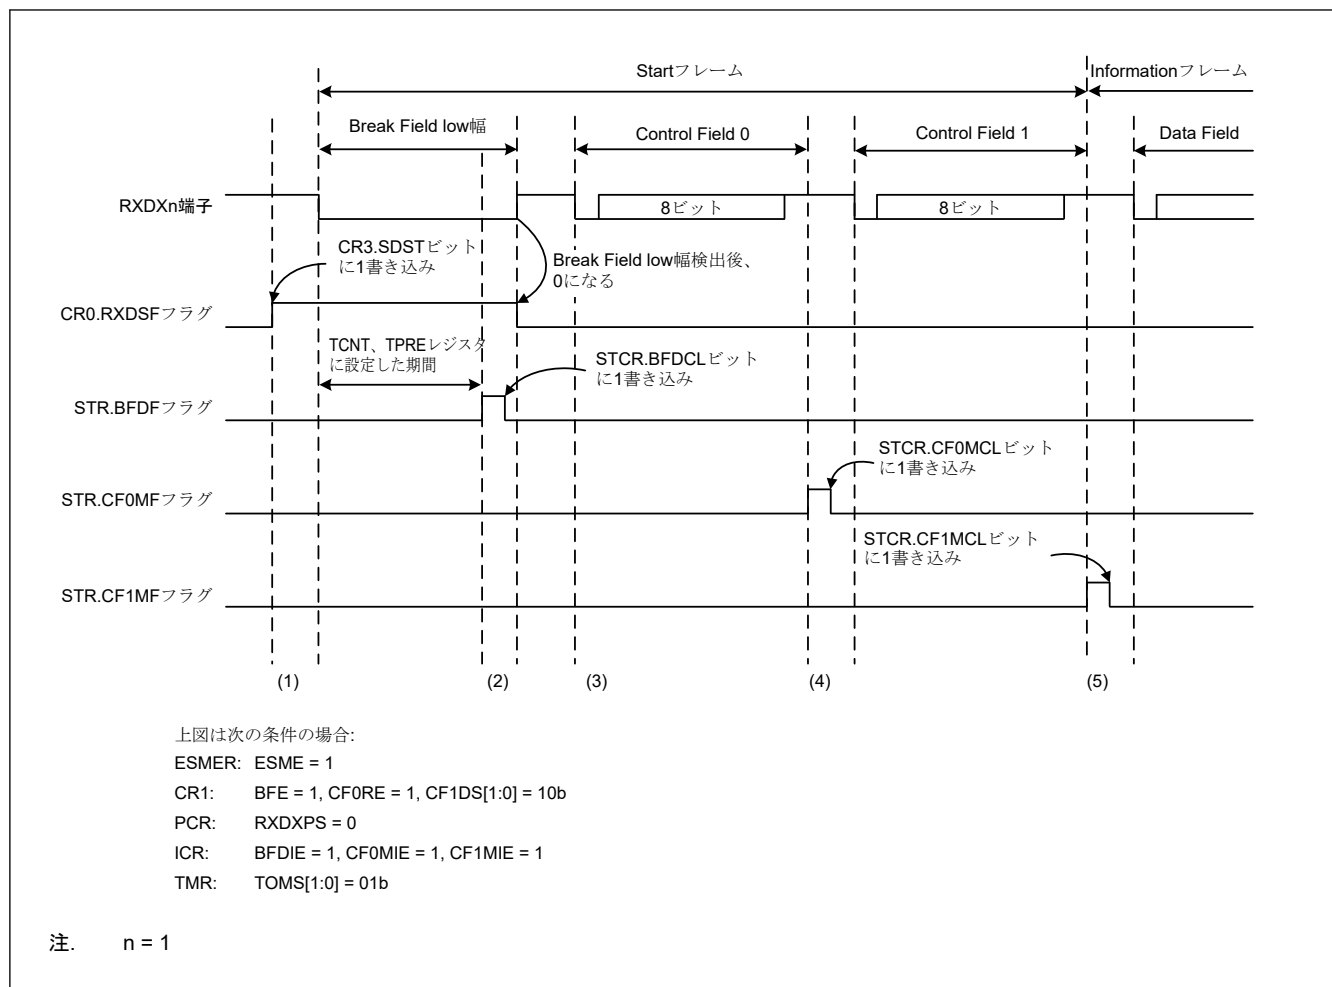
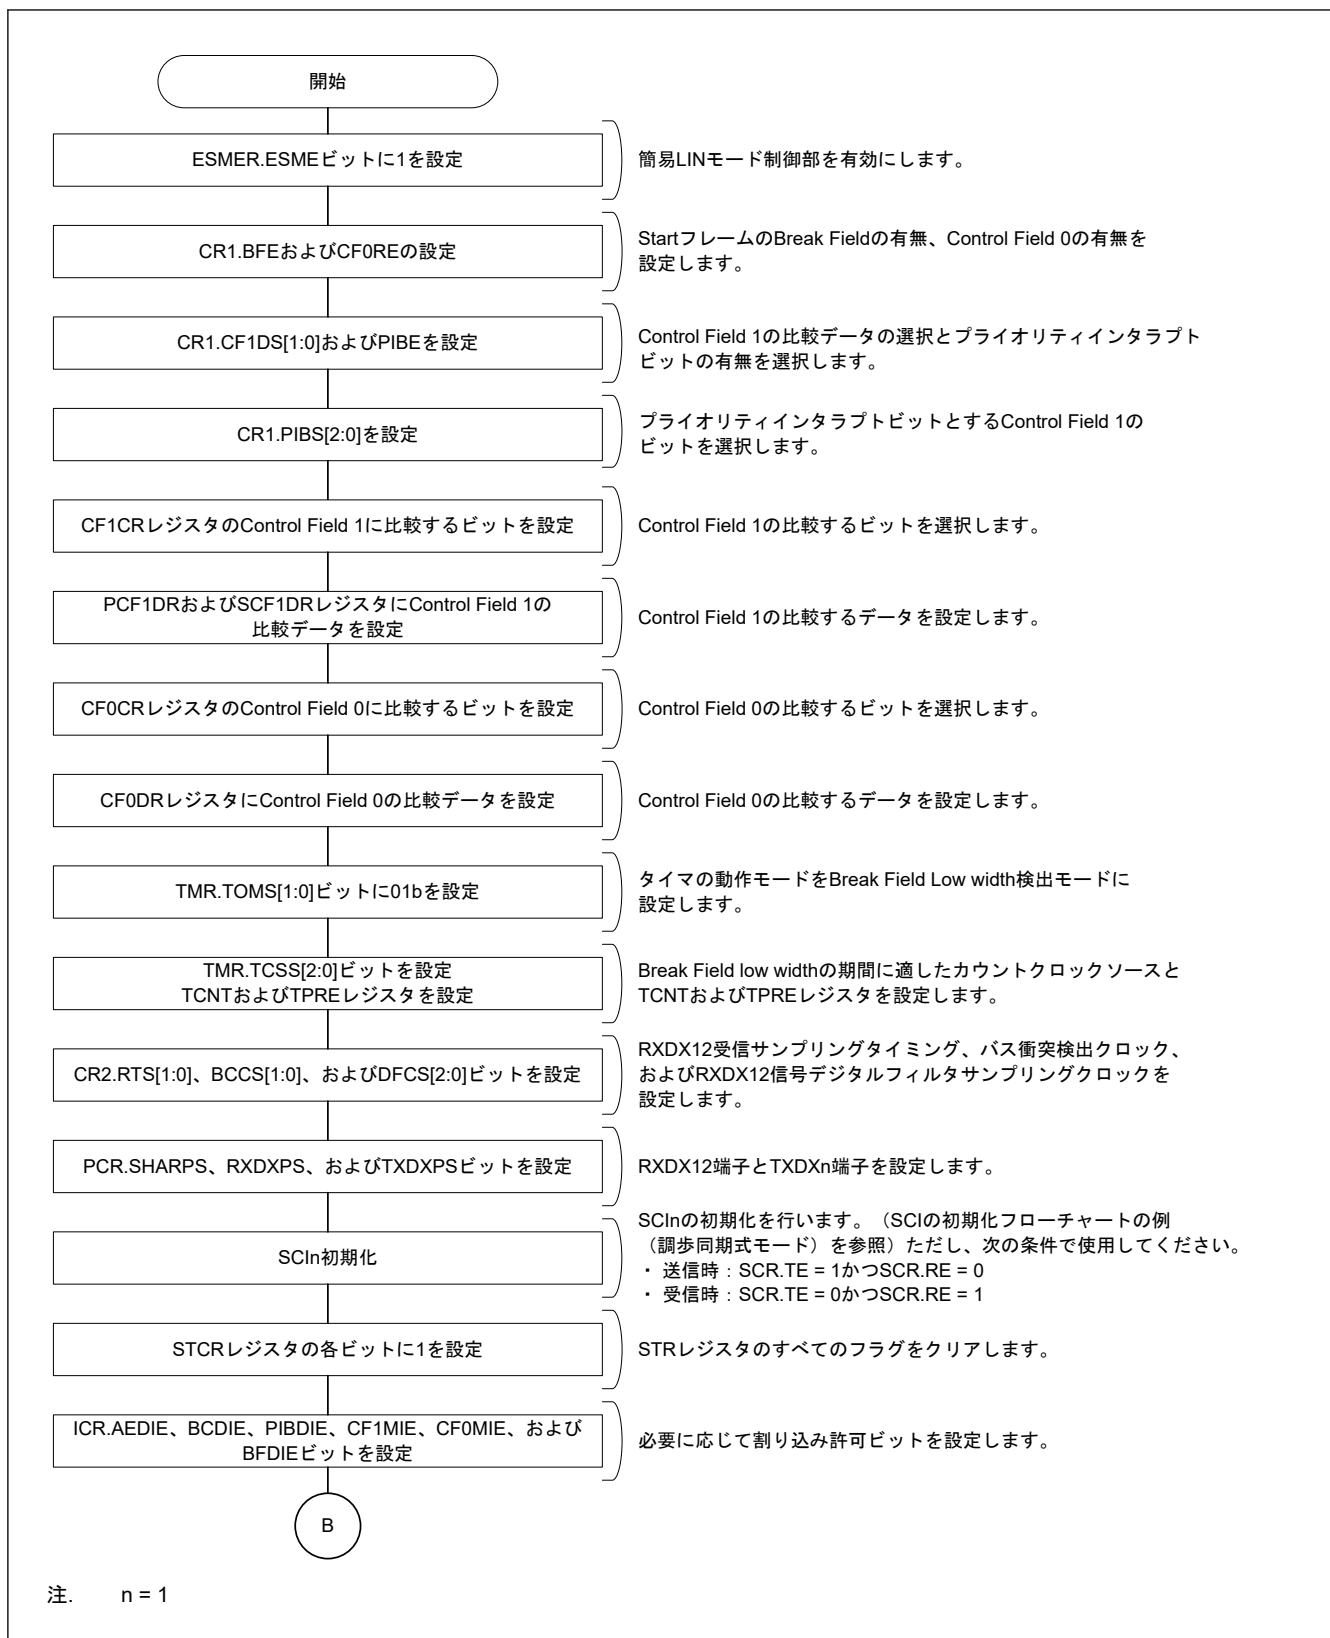
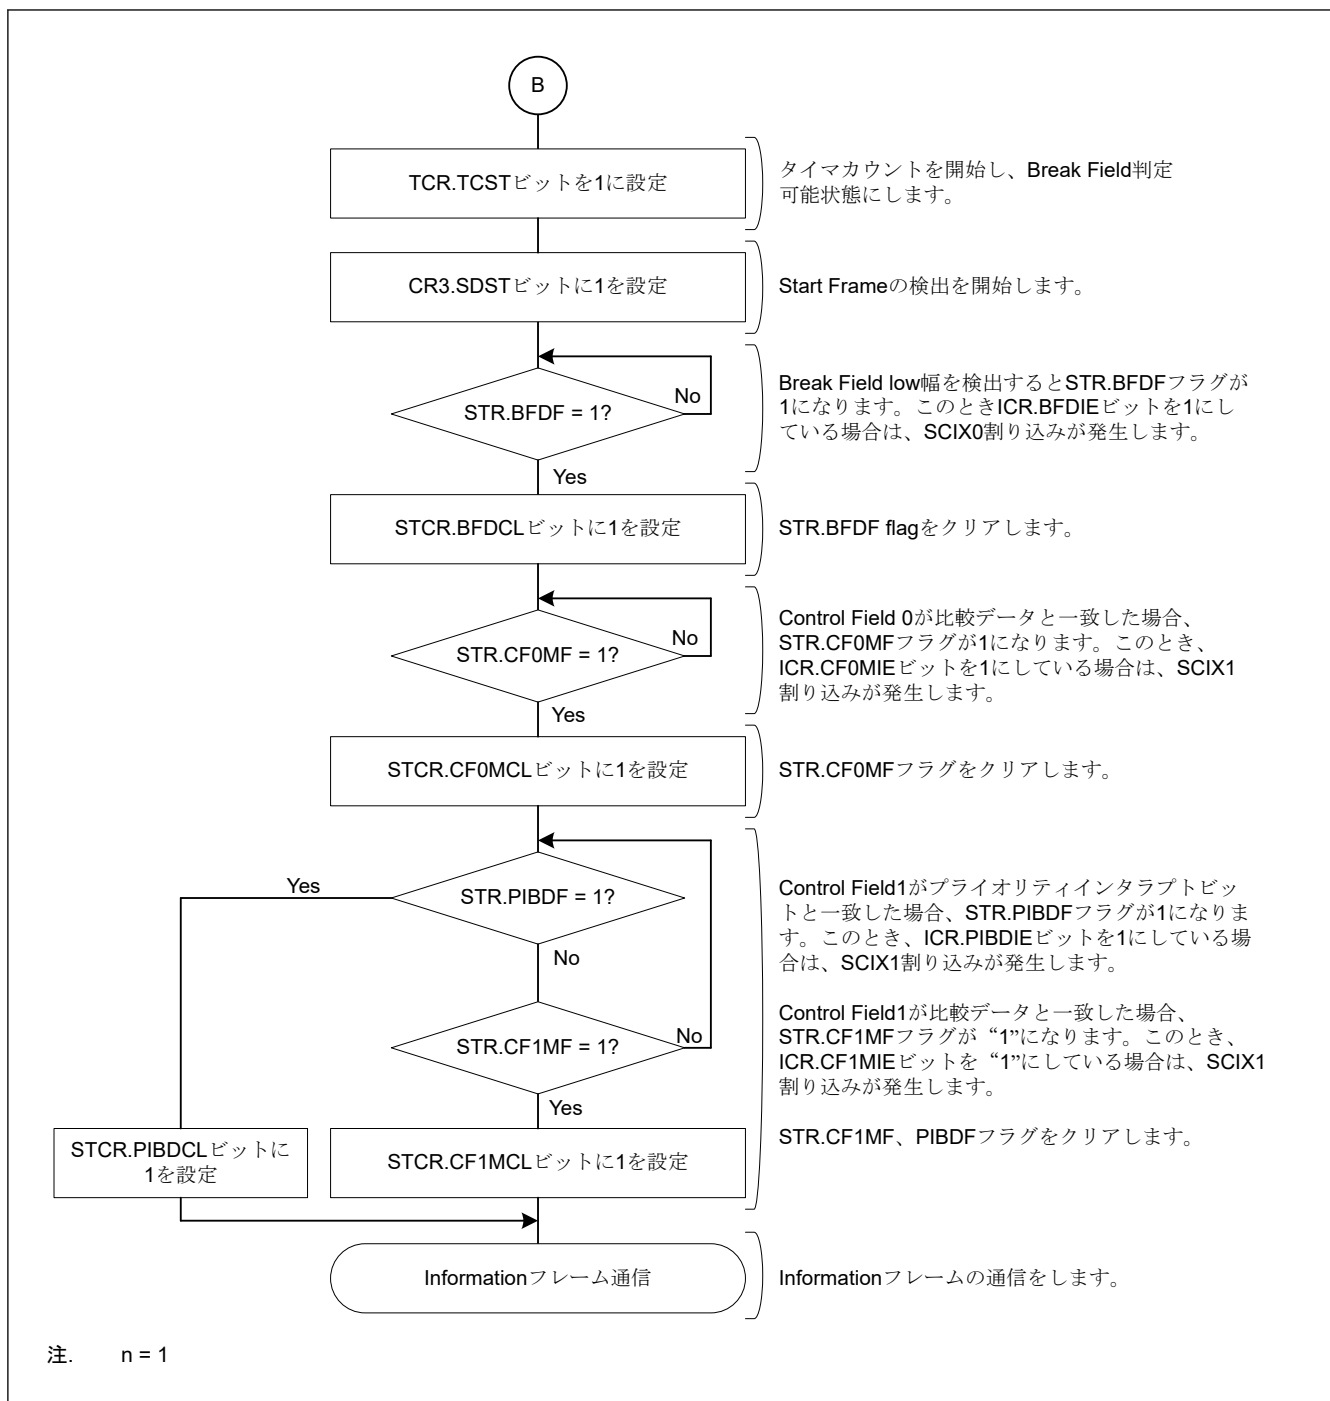
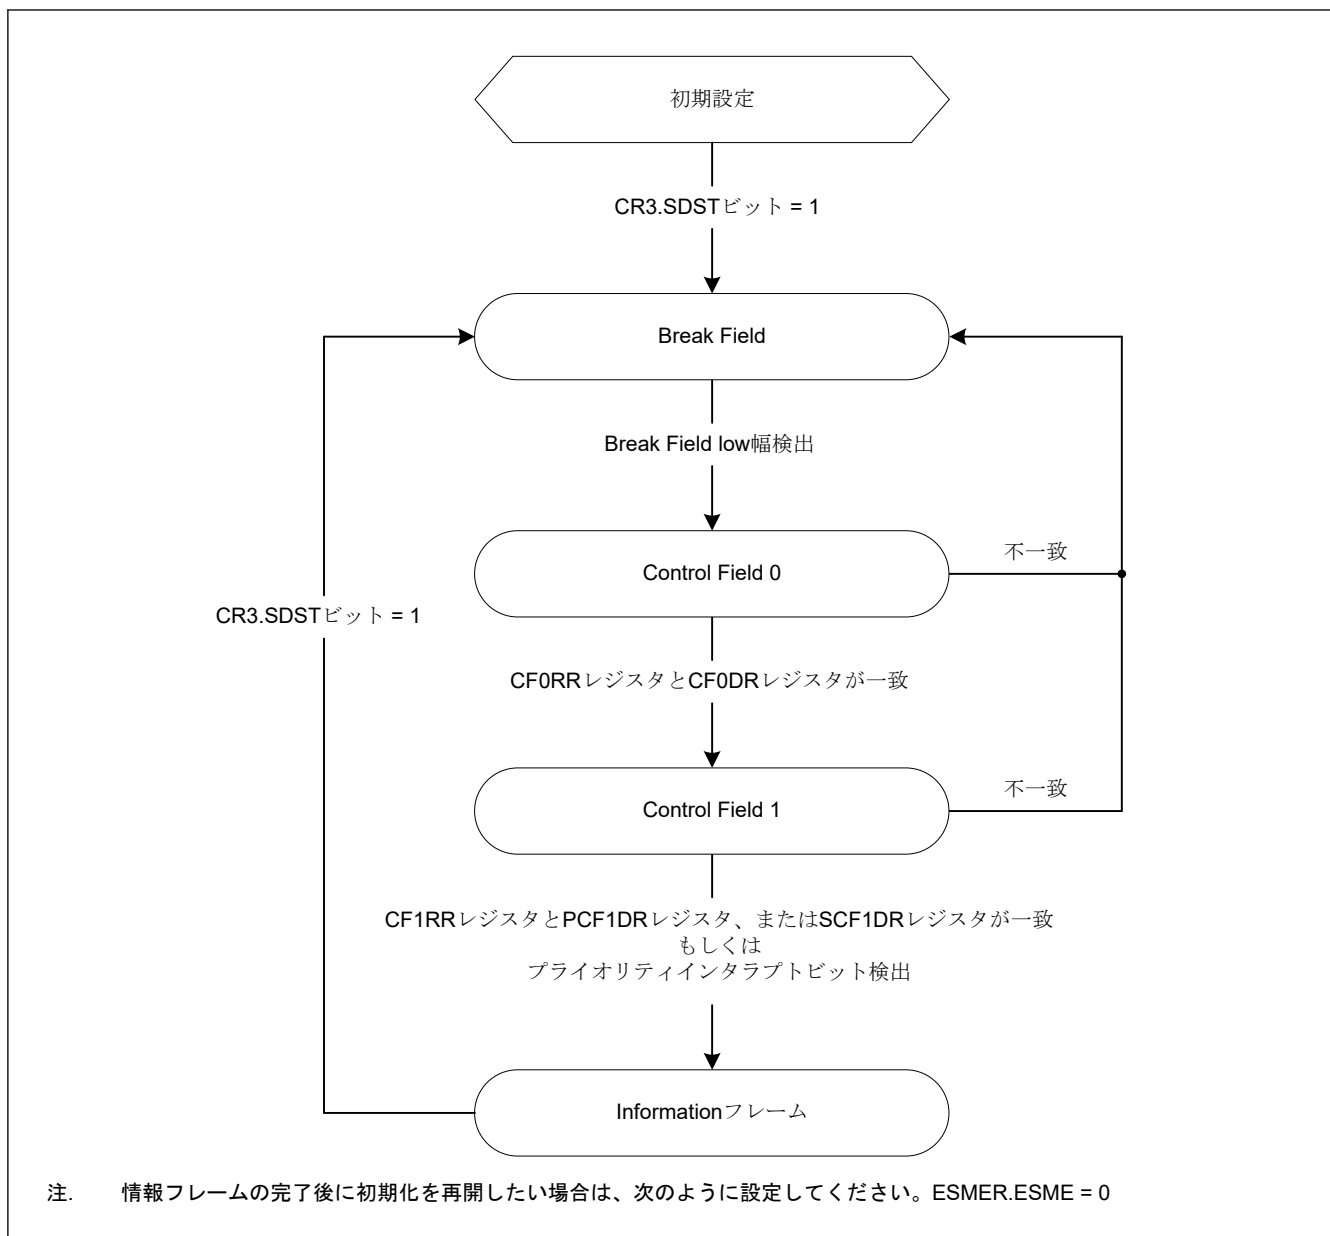

図 25.107 Start Frame 受信時の動作例
図 25.108 Start Frame 受信フローチャート例 (1)
図 25.109 Start Frame 受信フローチャート例 (2)
図 25.110 Start Frame 受信時の状態遷移図
図 25.107 に Break Field Low width、Control Field 0 および Control Field 1 で構成される Start Frame の受信時の動作例を示します。図 25.108 と図 25.109 に Start Frame 受信のフローチャート、図 25.110 に簡易 LIN モード制御部の状態遷移図を示します。
(1)～(4) は図 25.107 の Start Frame 受信時の動作例 (1)～(4) と同様になります。
(5) CR1.PIBS[2:0]ビットで選択されたビットの値が PCF1DR レジスタの対応するビットの値と一致すると、STR.PIBDF フラグが 1 になります。また、ICR.PIBDIE を 1 にしている場合は、SCIX1 割り込みが発生します。SCI_n (n = 1) による Information Frame の送信はその後に開始します。Control Field 1 で受信したデータが PCF1DR レジスタおよび SCF1DR レジスタに設定したデータのどちらとも一致せず、プライオリティインタラプトビットも検出しない場合は、Break Field Low width 検出前の状態に遷移します。